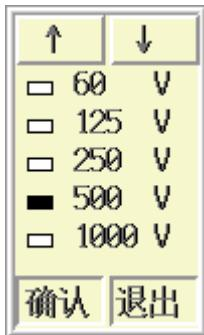

图 7.8 选择发射电压
操作：可以直接用③、④键来切换，也可以按确认键调出发射电压选择界面（如图 7.8 所示）进行选择。